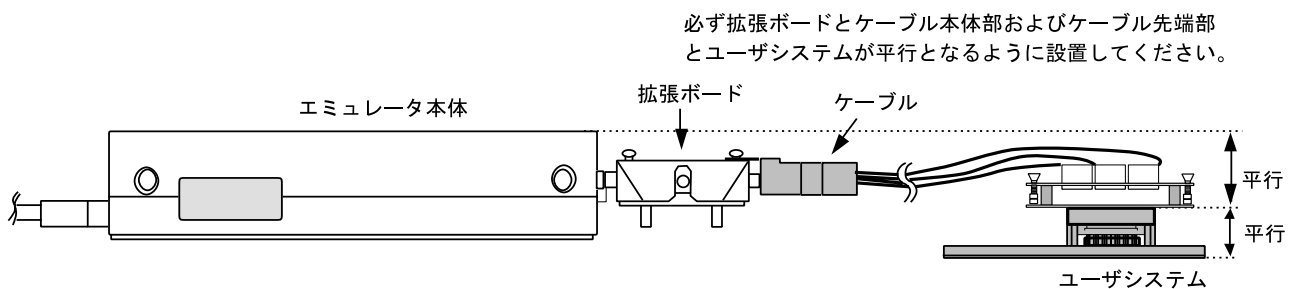

図10 設置例
- (1) ユーザシステムへの接続時には1ピン位置に十分注意して、誤接続は絶対にしないでください。
- (2) 本ユーザシステムインタフェースケーブルを使用する場合の推奨マウントパッド寸法は、MCU 実装用マウントパッド寸法とは異なりますので注意してください。
- (3) ケーブル本体部が断線する可能性がありますので、本ユーザシステムインタフェースケーブルの上に重いものや金属等の角の尖ったものを置かないでください。
- (4) ユーザシステムに接続した状態では、ユーザシステムインタフェースケーブル、特にケーブル先端部に無理な力が加わらないように注意する必要があります。図10の設置例を参照してご使用ください。